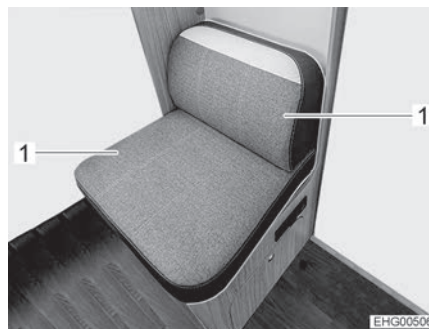

Bild 34 Sitzbank
- Zwei Polster (Bild 34,1) abnehmen.